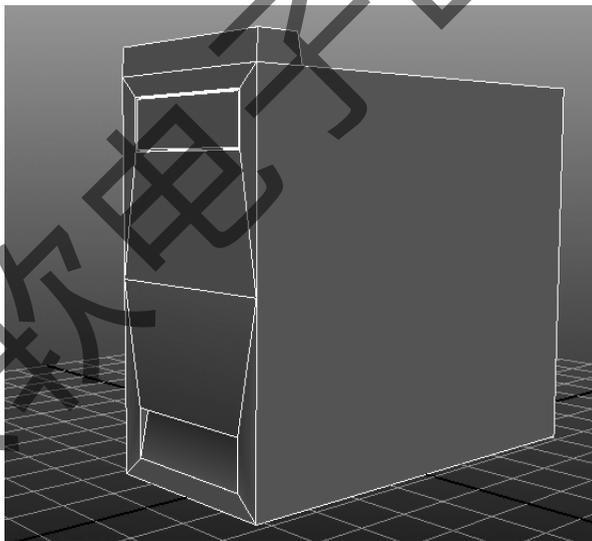

图 4-47 面编辑状态调整形状
Step 6: 进入面编辑状态,对机箱正面上半部分进行编辑,调节挤出面的大小,然后按 G 键,再挤出两次面并进行调整,使其形成机箱正面上表面的外观。对机箱正面下半部分,按照上半部分的操作方法,使其形成机箱正面下表面的外观,如图 4-47 所示。